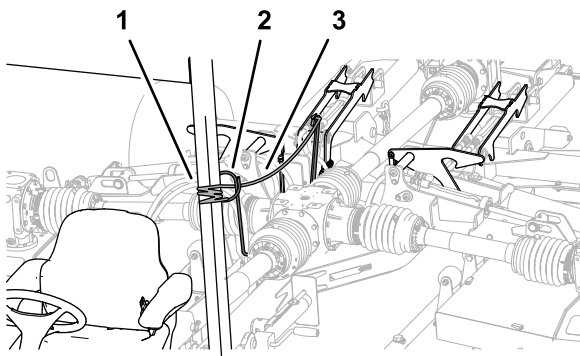

Figura 29
5. Puxe e segure a corda de bloqueio da plataforma (**Figura 29**).